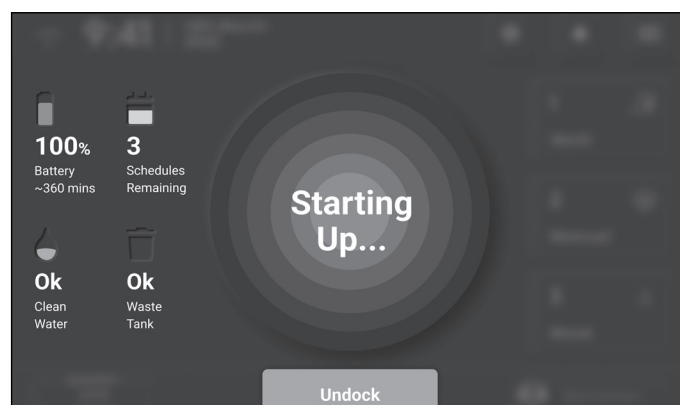

Abbildung 64
3. Wenn das Gerät angedockt ist, wird der Touchscreen grün und zeigt „Starting Up“ (**Abb. 64**) an. Dies zeigt an, dass das Gerät angedockt ist. Das Gerät kann jedoch einen erneuten Andockversuch unternehmen, wenn der Ladevorgang nicht gestartet werden kann.
5. Der Touchscreen wird grün und zeigt „Inbetriebnahme“ (**Abb. 64**) an. Dies zeigt an, dass das Gerät angedockt ist. Das Gerät kann jedoch einen erneuten Andockversuch unternehmen, wenn der Ladevorgang nicht gestartet werden kann.